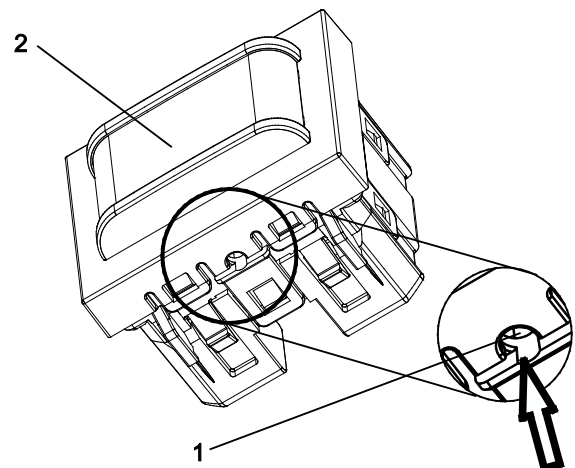

Fig. 8 : Position de la touche de programmation et de la DEL
1. Appuyez sur la touche de programmation (Fig. 8, pos. 1) de l'appareil.
La DEL rouge (de programmation) (Fig. 8, pos. 2) s'allume.